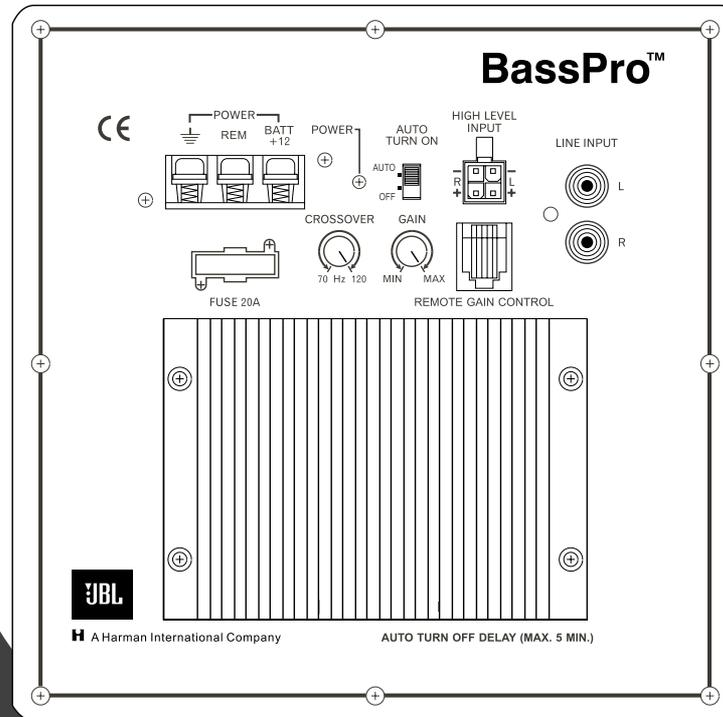

Abbildung 10.
Der BassPro besitzt eine Reihe von Einstellmöglichkeiten und Anzeigen. Damit lässt er sich auf einfache Weise an nahezu jedes akustische Umfeld in einem Fahrzeug anpassen. Die Bedienelemente sind ins Anschlussfeld integriert (siehe **Abbildung 10**).
2. Stellen Sie die Übernahmefrequenz auf Maximal (120 Hz) wie in **Abbildung 10** gezeigt.